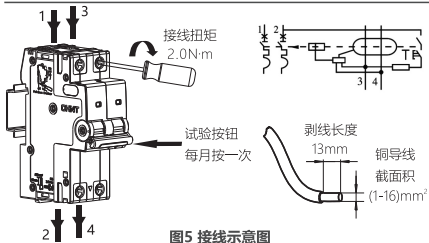

图5 接线示意图
5.4 适用于铜导线连接，导线选择见表2，接线方式及剥线长度示意，如图5